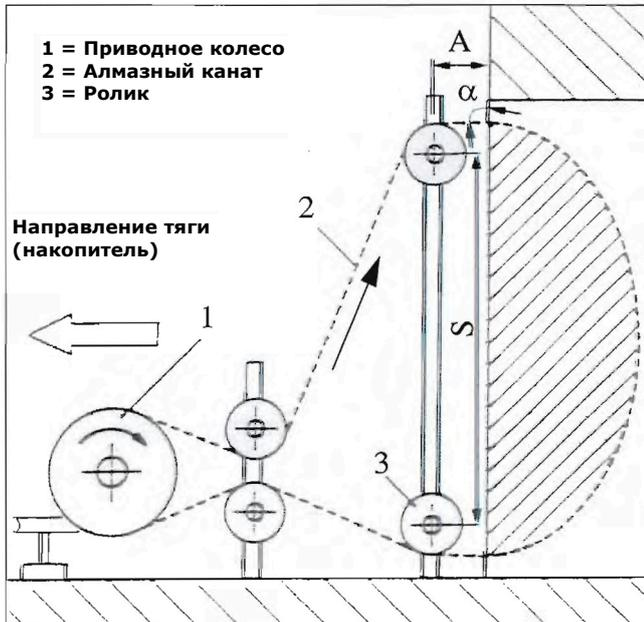

Рис. 4.10 Принцип работы канатной машины
На усилие тяги канат влияет угол входа каната ( $\alpha$ ) (Рис. 4.10) в шов.
*Чтобы предотвратить необходимость в слишком большом усилии тяги, нужно вход каната и выход ролика делать на минимальном расстоянии (A) (Рис.4.10) к стене или перекрытию!*